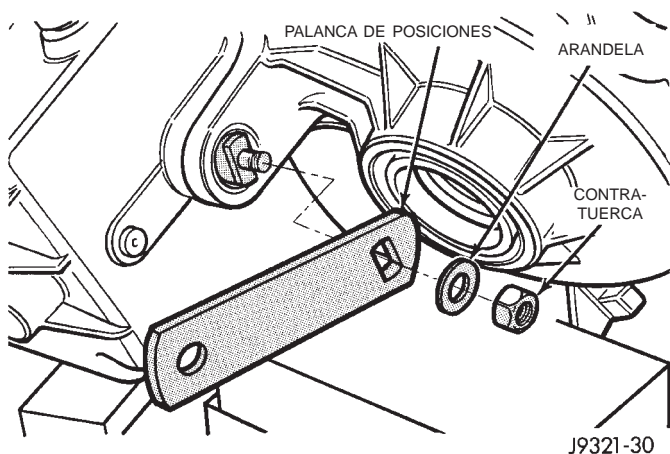

Fig. 74 Instalación de la palanca de posiciones
(1) Instale el conmutador del indicador en la caja delantera. Apriete el conmutador con una torsión de 20-34 N·m (15-25 lbs. pie).
(2) Instale la palanca de posiciones, la arandela y la contratuerca en el eje de sector (Fig. 74). Apriete la contratuerca con una torsión de 27-34 N·m (20-25 lbs. pie).